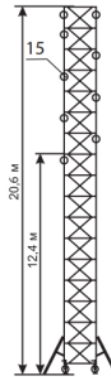

рис. 9
- При высоте вышки более 12 м ее необходимо крепить к стене анкерами (15) (см. схему крепления рис. 9)
- Собрать необходимое количество секций в зависимости от требуемой высоты. (не более 20,6 м). При высоте вышки более 12 м ее необходимо крепить к стене анкерными креплениями (15) (см. схему крепления рис. 9)